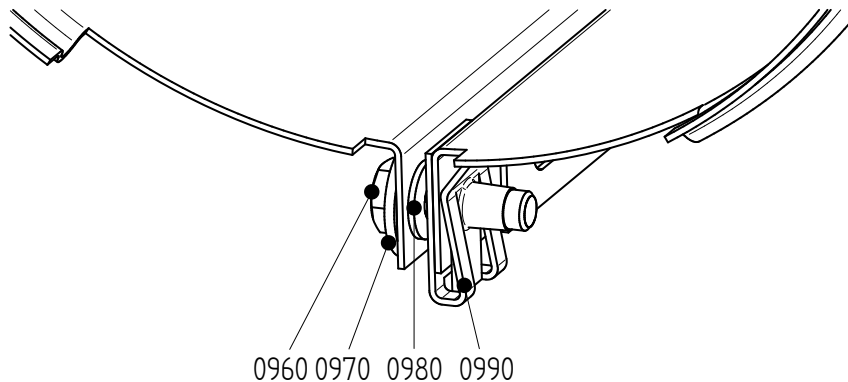

Figure 12: Installation de l'enveloppe.
- 1 Desserrez les boulons (0960). Voir figure 12.
- 3 Fermez l'enveloppe et posez un boulon (0960). Voir figure 12.
- 5 Fermez l'enveloppe et posez un boulon (0960). Voir figure 12.